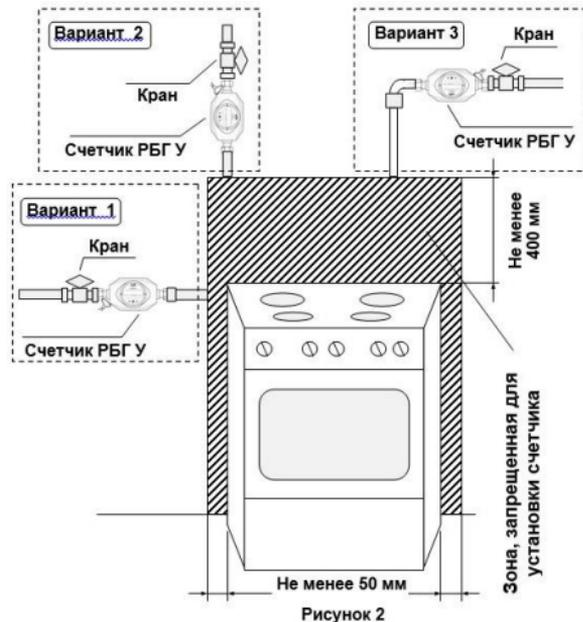

Рисунок 2
4.3 Устанавливаться в газовую магистраль счетчик может вертикально, горизонтально, наклонно (см. рис. 2) в соответствии с направлением подачи газа (указано стрелкой на дне корпуса счетчика).